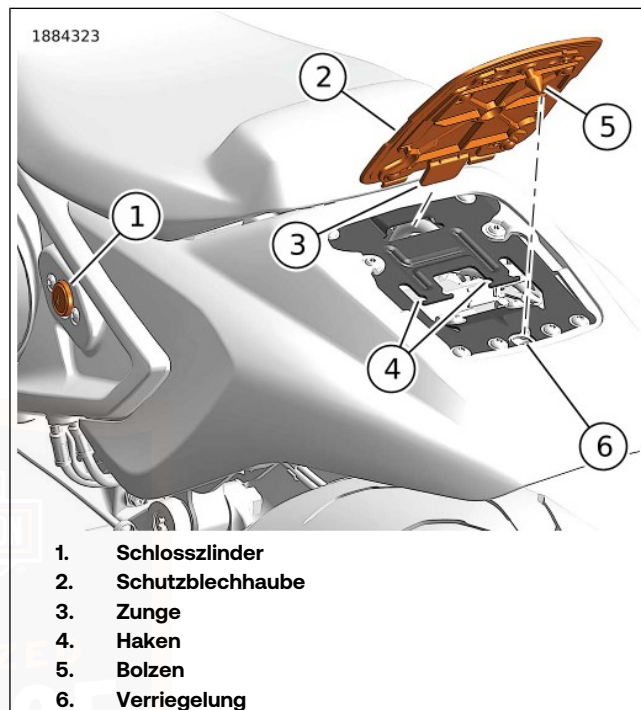

Abbildung 54. Helmschloss (Solo-Sitz)
Siehe Abbildung 54. Die Helmschlösser (2) befinden sich auf der linken und rechten Seite des Motorrads unter der Hinterradschutzblechhaube (2).
- a. Den Schlüssel in den Schlüsselzylinder (1) stecken und im Uhrzeigersinn drehen.
- b. Die Hinterradschutzblechhaube (2) von hinten her anheben und entfernen.
2. Den mitgelieferten Gurt durch den D-Ring des Helms führen und den Gurt am Haken (4) befestigen.
- a. Die Lasche (3) am Schlitz im Schutzblech ausrichten.
- c. Das hintere Ende der Schutzblechhaube absenken, bis der Bolzen (5) in die Verriegelung (6) einrastet.